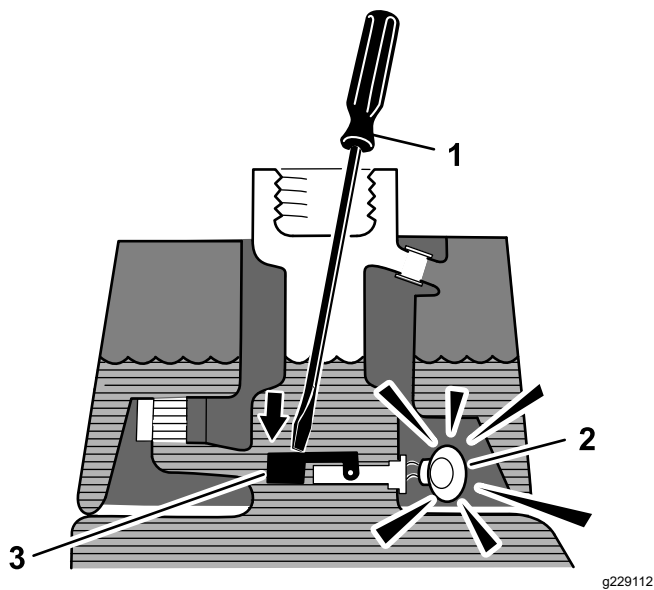

Figure 48
3. Introduzca una varilla o un destornillador limpio en el cuello del depósito y empuje hacia abajo, con cuidado, el flotador del sensor (Figure 48); debe sonar la alarma después de la demora de un segundo.